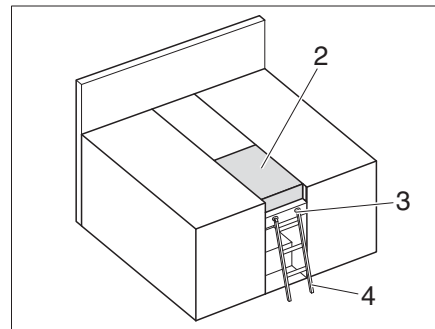

Bild 162 Doppelbett
- Zusatzpolster (Bild 162,2) auflegen.
Aufstiegsleiter Zum Besteigen des oberen Betts die serienmäßig beigelegte Aufstiegsleiter (Bild 162,4) benutzen.
- Die Aufstiegsleiter (Bild 162,4) mit den Holmen in die Halterung (Bild 162,3) an der Blende einhängen.